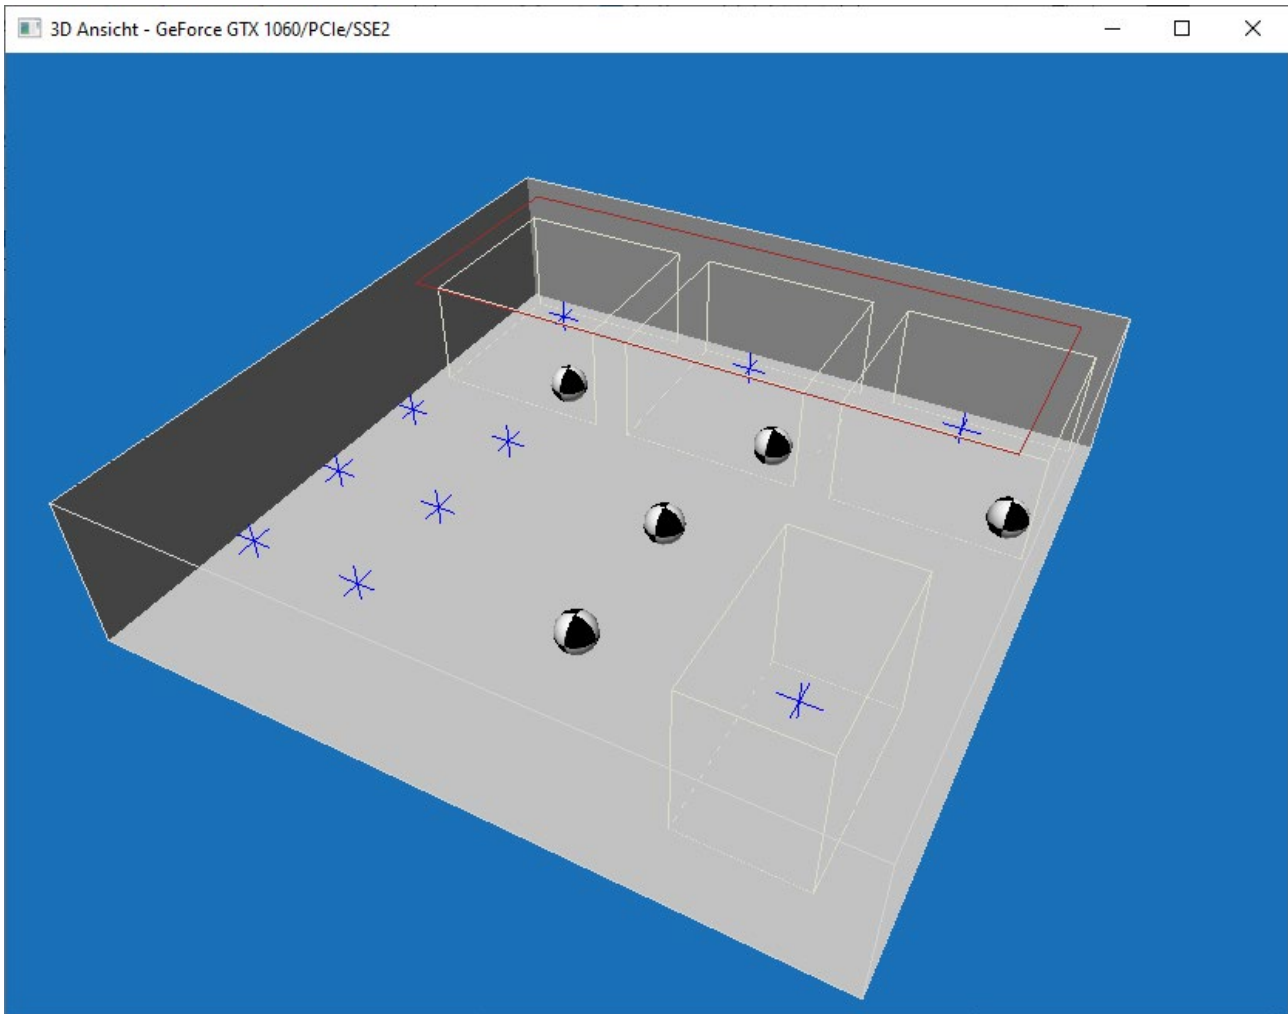

Abb. 3 Beispiel für eine 3D-Darstellung
- Durch Auswählen von  in der Symbolleiste kann in der 2D-Ansicht eine Teilfläche zur Raumbegrenzungsfläche hinzugefügt werden, welche anschließend in der Objektliste aufgeführt wird. Die erstellten Teilflächen werden zudem in der 3D-Ansicht farblich dargestellt, siehe auch Abbildung 3.